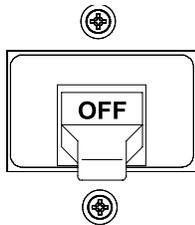

Figure 24. Disjoncteur principal (OFF)
- Placez le disjoncteur **principal** (Figure 24) en position **OFF**.